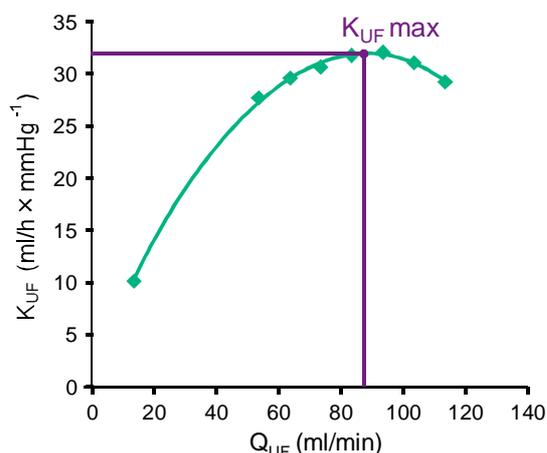

Fig. 11-25 Principio de determinación de  $K_{UFmax}$
Para el cálculo de  $K_{UF}$  (véase también el apartado 13.10 Fórmulas (435)), el equipo establece el flujo convectivo  $Q_{UF}$ , mide la presión TMP y calcula el coeficiente de ultrafiltración  $K_{UF}$ . La determinación de  $K_{UF}$  para diferentes valores de  $Q_{UF}$  proporciona una función parabólica típica (Fig. 11-25):  $K_{UF}$  aumenta inicialmente, hasta el vértice de la parábola (valor máximo), y descende posteriormente si  $Q_{UF}$  sigue aumentando. Ajustando los valores determinados con una curva de regresión ( $f(x) = Ax^2 + Bx + C$ ), se puede determinar el coeficiente de ultrafiltración máximo ( $K_{UFmax}$ ) y el correspondiente flujo convectivo ( $Q_{UF}$ ).